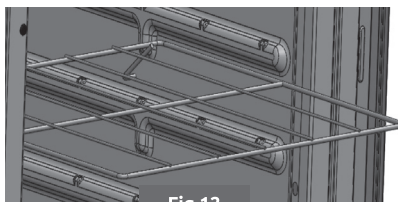

Fig.12
- Puxe a grade para fora do forno (Fig. 12).